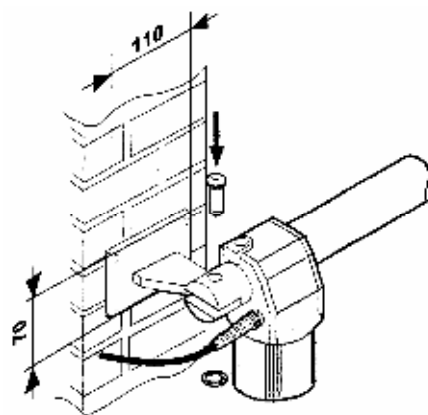

Рис.6 Сборка заднего кронштейна.
- зафиксируйте задний кронштейн к стене к пластине (в комплекте не прилагается) с размерами указанными на рис. 6 сваркой;